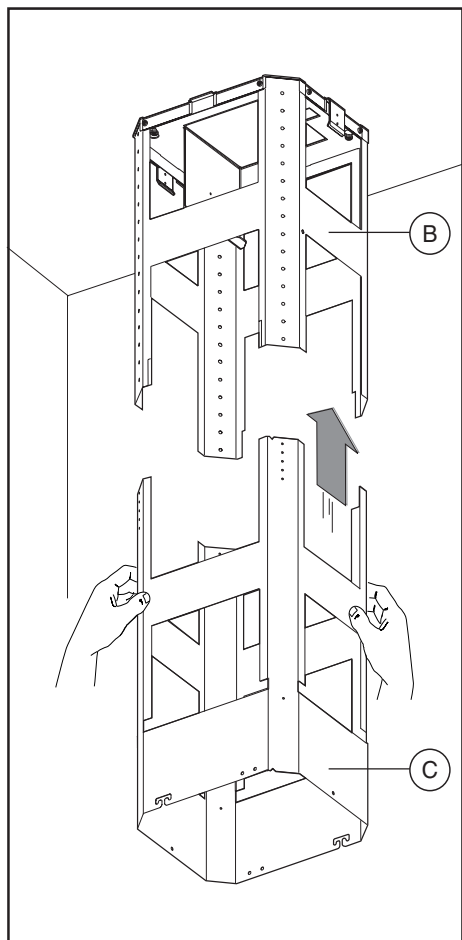

Fig.5
- Neem het onderste deel van de telescoopstructuur **C** en plaats het op het bovenste deel **B** (afb.5).